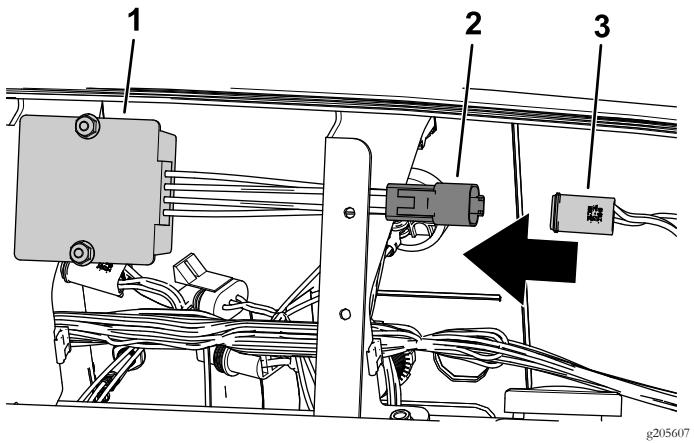

图6
- 将无线小时表线束上的阴性 4 插槽接头连接到现有 12V 转换器上的阳性 4 针接头 图6。